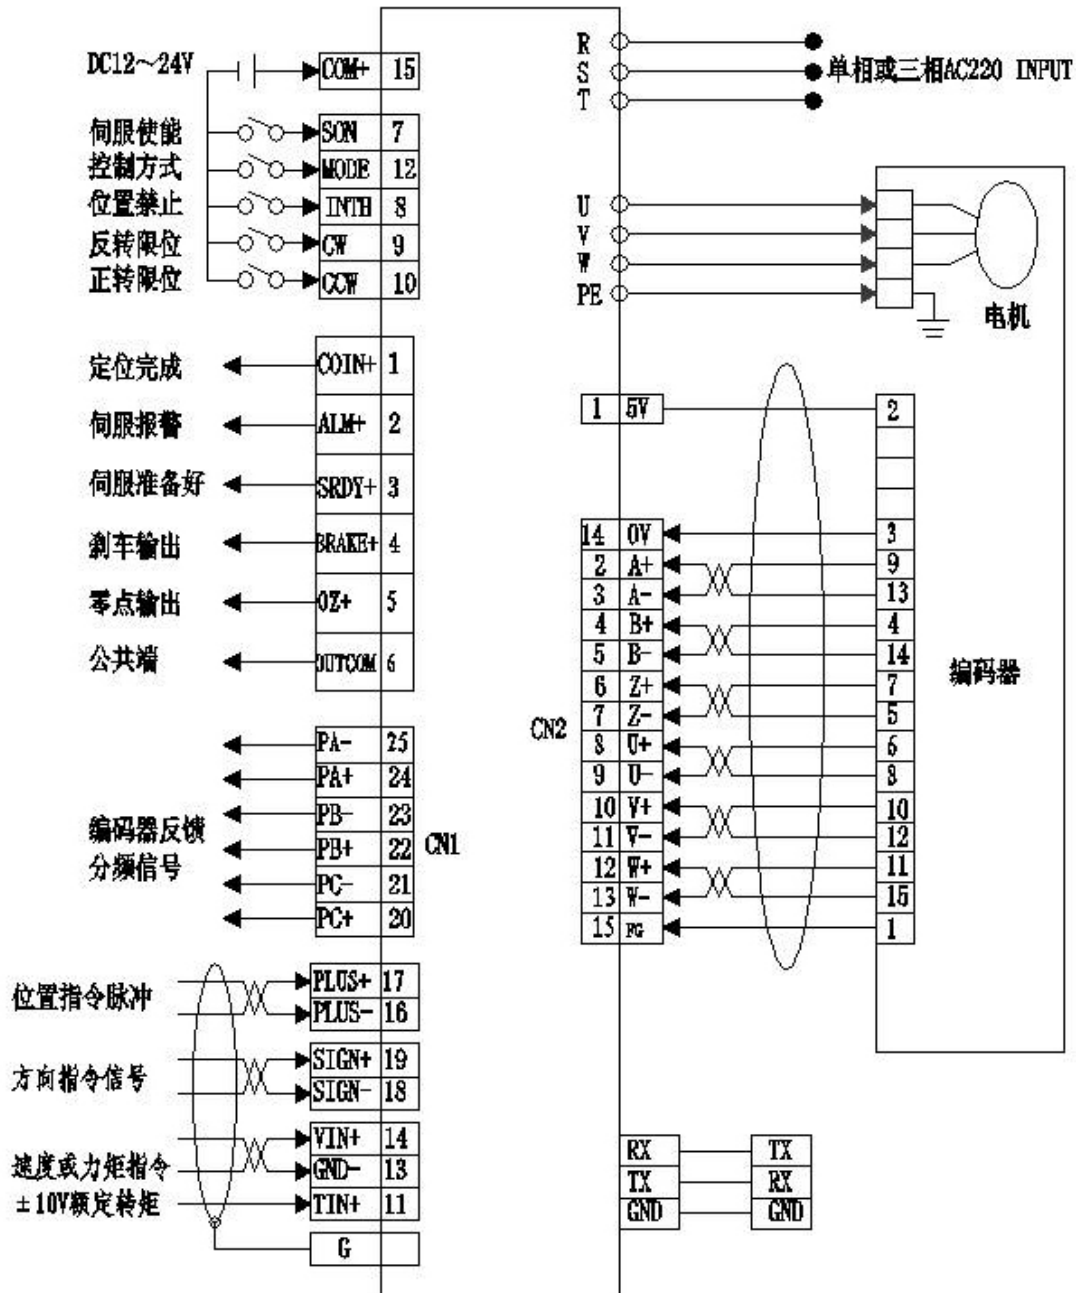

图 3-4
- 4 对极的丹佛伺服电机接线，请按照图 3-4 进行接线。